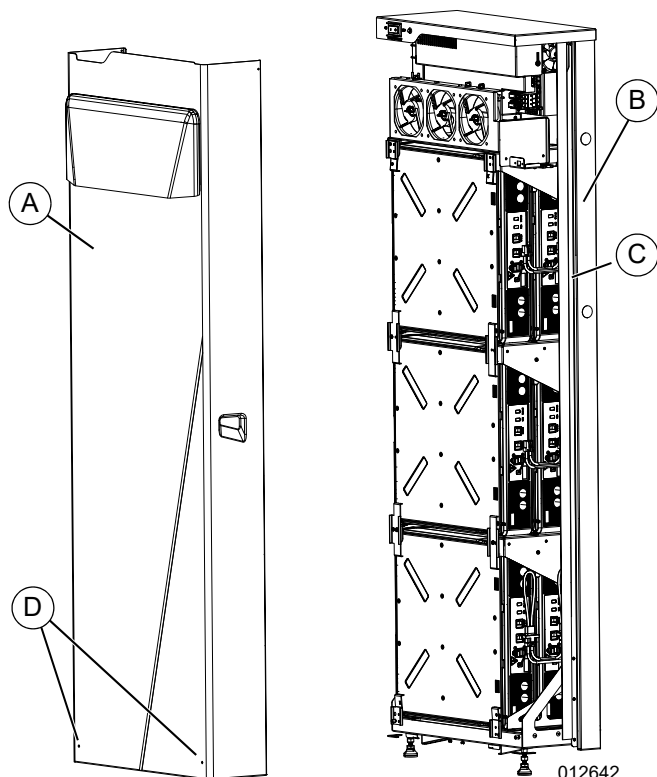

Figura 4-37. Instalación de la cubierta delantera
1. Consulte la **Figura 4-37**. Coloque la cubierta (A) en posición vertical frente a la unidad.
3. Deslice la cubierta recta hasta que se enganche con el cuerpo (B).
4. Verifique que todas las guías angulares estén metidas dentro del cuerpo. Los bordes posteriores de la cubierta deben estar contra toda la extensión de la junta de goma (C).
1. Consulte la **Figura 4-37**. Retire los tornillos SEM M4X16 mm (D) que fijan la cubierta (A) al cuerpo (B).
Consulte la **Figura 4-37**. Dentro de la batería PWRcell, los módulos de la batería están apilados en tres niveles con 2 módulos de profundidad, lo que permite que se conecten hasta 6 módulos en serie. En sistemas con menos de 6 módulos, una batería PWRcell se puede actualizar con módulos adicionales.